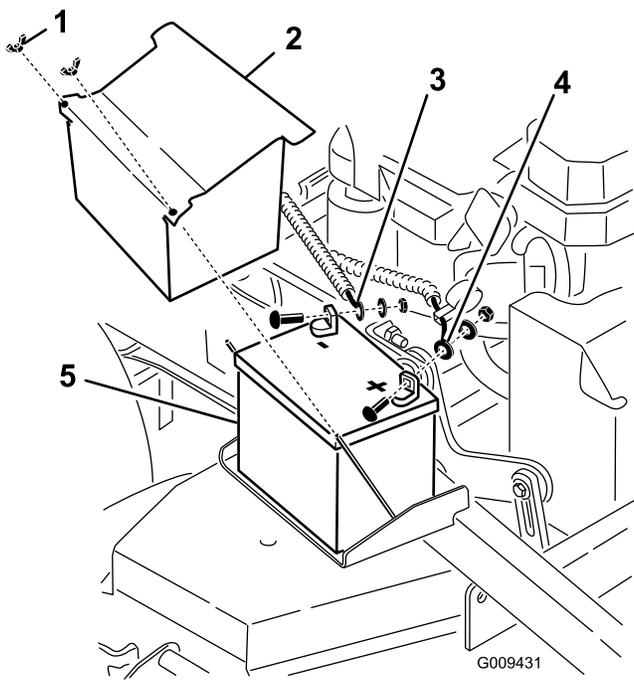

図 52
3. マイナス・ケーブルについている黒いゴムカバーを持ち上げる。バッテリーのマイナス（-）端子からマイナス・バッテリー・ケーブルを外す（図 52）。
4. プラス端子（赤）についている赤いゴムカバーを取り外す。そして、赤いプラス（+）ケーブルを取り外す（図 52）。
5. バッテリー押さえプレートを外し（図 52）、バッテリーを取り出す。
1. バッテリーを車体に載せる（図 52）。
3. まず、バッテリーのプラス（赤）ケーブルをプラス（+）端子に、ナットとワッシャとボルトを使って取り付ける（図 52）。ゴムカバーをかぶせる。
4. 次に、バッテリーのマイナス・ケーブルとアース・ワイヤを、マイナス（-）端子に、ナットとワッシャとボルトを使って取り付ける（図 52）。ゴムカバーをかぶせる。